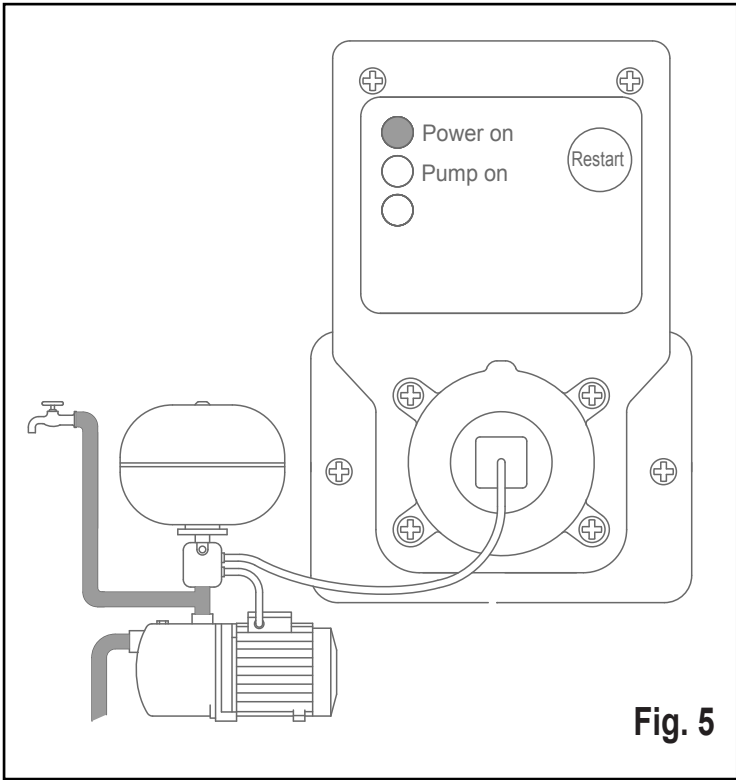

Fig. 5
-  Close the tap and wait for the pump to stop (Figure 5).
-  Fermer le dispositif d’utilisation et attendre que la pompe s’arrête (Fig. 5).
- ☐ Die Anwendung schließen und warten, bis die Pumpe stoppt (Abb. 5).
- ☐ Cierre el grifo y aguarde a que la bomba se detenga (fig. 5).